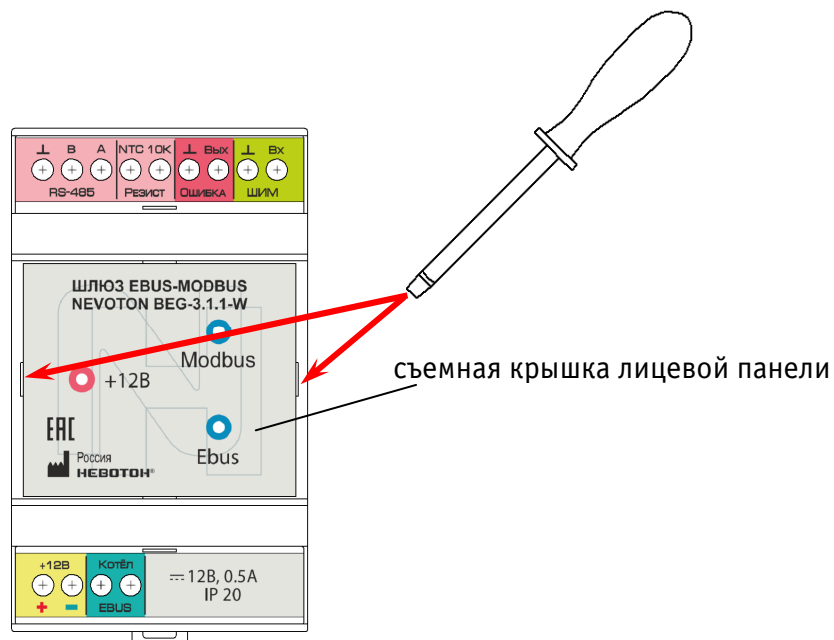

Рисунок 2 – Демонтаж крышки лицевой панели
- демонтировать съемную крышку лицевой панели, для чего необходимо установить шлиц отвертки в гнездо фиксатора (слева или справа, рис. 2) на лицевой панели Устройства;
- отжать шлицом отвертки фиксатор и поддеть съемную крышку лицевой панели вверх (рис. 2);